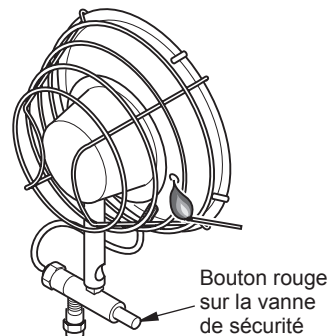

Figure 6 - Allumage de l'appareil de chauffage avec une allumette
2. Appuyez plusieurs fois sur l'allumeur piézo-électrique (à deux brûleurs) ou placez une allumette allumée devant l'élément chauffant (l'écran diffuseur) du brûleur que vous allumez, en vous servant du trou qui se trouve dans la partie latérale du réflecteur. Voir figure 6.
3. Relâchez le bouton de la vanne d'alimentation de sécurité du brûleur (voir figure 6, page 6).